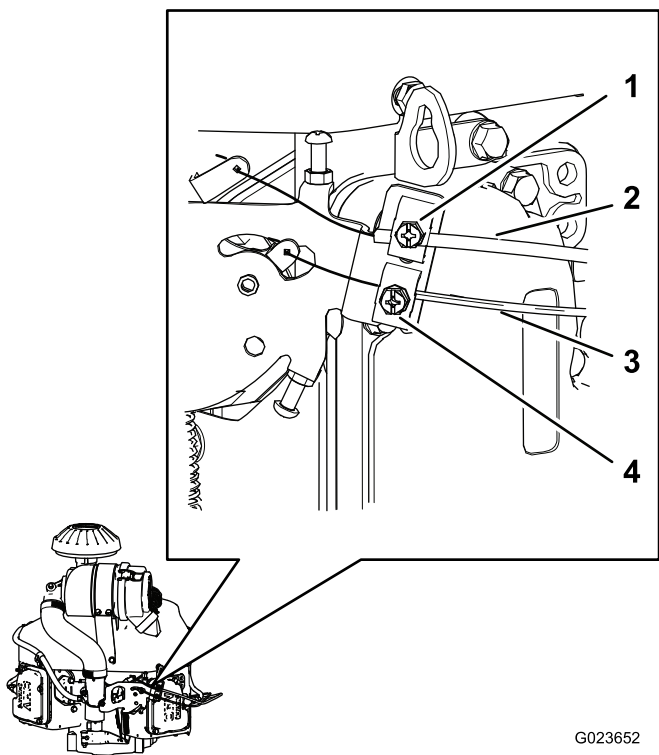

Рисунок 65
- Ослабьте зажимной винт, который крепит оболочку тросика дроссельной заслонки к двигателю (Рисунок 65).
- Потяните вверх оболочку тросика дроссельной заслонки (Рисунок 65) так, чтобы на нем почти не осталось провисания, и затяните зажимной винт.
- Ослабьте зажимной винт, который крепит оболочку тросика воздушной заслонки к двигателю (Рисунок 65).
- Потяните вверх оболочку тросика воздушной заслонки (Рисунок 65) так, чтобы на нем почти не осталось провисания, и затяните зажимной винт.